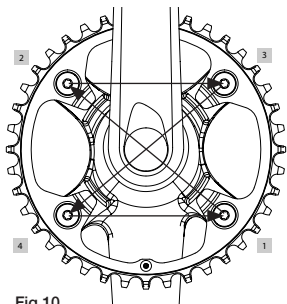

Fig.10
- Suivez un schéma croisé pour le serrage des quatre vis (1-2-3-4) (Fig. 10).